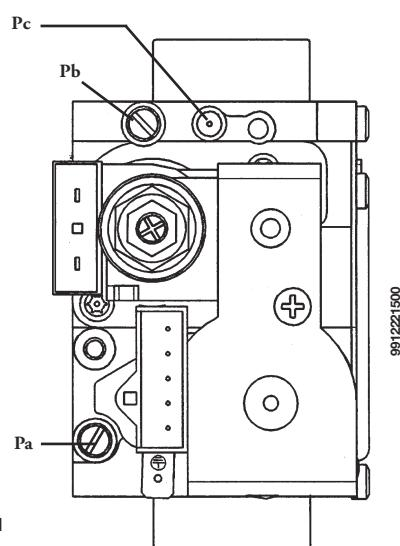

Figura 11
El Servicio de Asistencia Técnica autorizado puede realizar la transformación de la caldera para el uso con gas metano (**G20**) o gas líquido (**G31**). Las modalidades de calibrado del regulador de presión varían ligeramente según el tipo de válvula del gas utilizada (HONEYWELL o SIT véase la figura 11).
- conectar la toma de presión positiva de un manómetro diferencial, posiblemente de agua, a la toma de presión (**Pb**) de la válvula del gas (Figura 11). Conectar, sólo para los modelos con cámara estanca, la toma negativa del mismo manómetro a un especial "T" que permita conectar entre ellos la toma de compensación de la caldera, la toma de compensación de la válvula del gas (**Pc**) y el manómetro mismo. (Se puede efectuar una medición equivalente conectando el manómetro a la toma de presión (**Pb**) y sin el panel frontal de la cámara estanca).
- controlar que la presión dinámica de alimentación de la caldera, medida en la toma de presión (**Pa**) de la válvula del gas (Figura 11), sea correcta (37 mbar para el gas propano o 20 mbar para el gas metano).